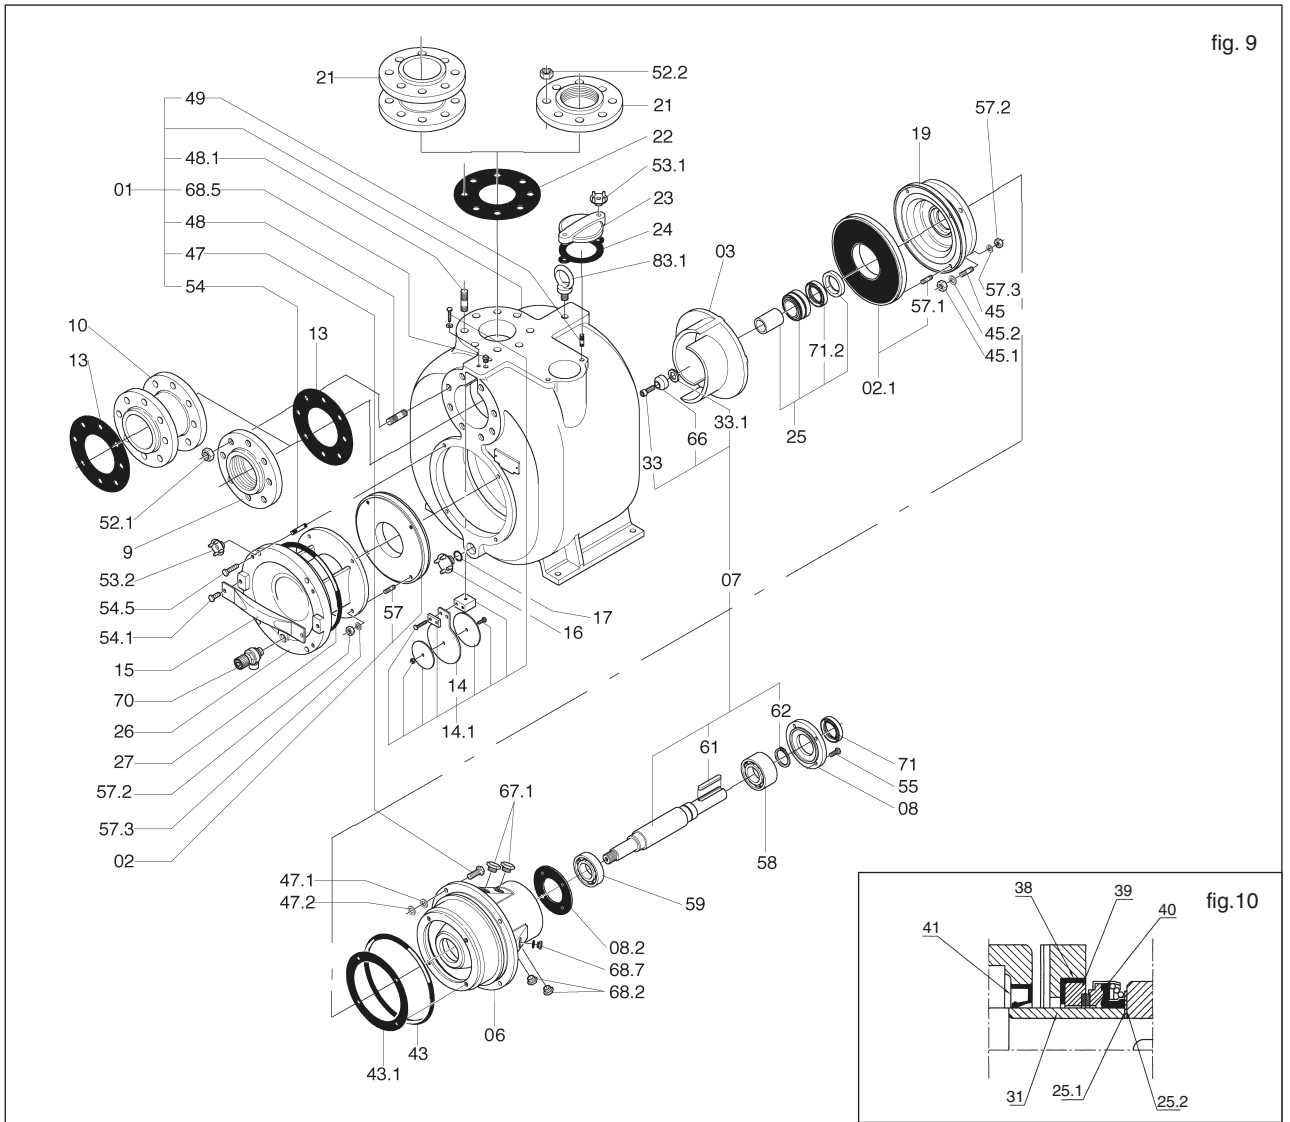

fig. 9
13.2 Sustitución del impulsor (fig. 9)
- Desenrosque los tornillos (47) y quite el grupo giratorio compuesto de impulsor (03), portamotor (19), soporte (06) y eje (07)
- Bloquee el impulsor (03) y desenrosque el tornillo (33) y quite la ojiva (66) para la serie ST-R2, R3 y R8; para ST-R4 y R6 quite el muelle cónico de compresión (33.1).
13.3 Sustitución del disco de desgaste trasero (fig. 9)
- Desmonte el impulsor (03) tal como descrito en el párrafo 13.2
- Desenrosque los tornillos (57.1) del portamotor (19)
13.4 Sustitución del disco de desgaste delantero (fig. 9)
- Desenrosque las manijas (53.2) y quite la tapa (26)
- Desmonte y sustituya el disco de desgaste (02)
13.5 Sustitución de las válvulas (fig. 9)
- Introduzca el anillo de sostén del cierre (25.1). Empuje este último hacia adelante hasta que se pueda montar la lengüeta (60)
- Monte nuevamente el impulsor (03), la ojiva (66) y enrosque el tornillo (33) para la serie ST-R2, R3 y R8; para ST-R4 y R6 monte el muelle cónico de compresión 33.1 (fig. 9)
13.8 Mantenimiento de los cojinetes (fig. 9)
mediante la tapa de inspección (26) (fig. 9) controle las condiciones del impulsor, o desmonte el cuerpo de la bomba, tal como descrito en el párrafo 13.2